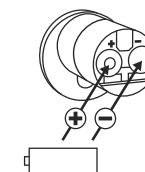

Fig. 3
- ③ Insira duas pilhas novas. Preste atenção à polaridade correta de acordo com o desenho (Fig. 3).